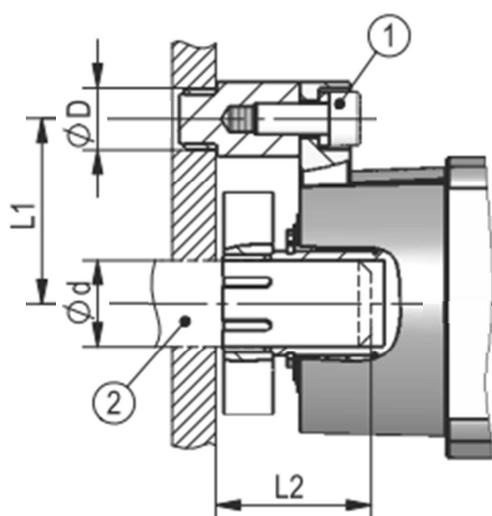
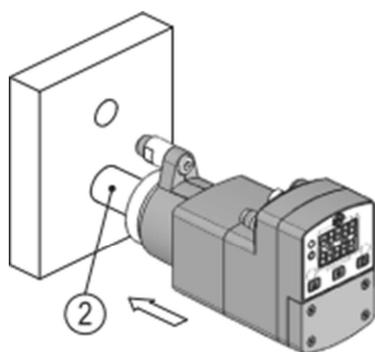
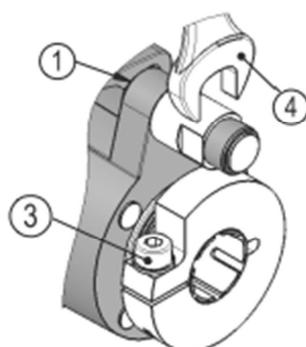

図1：設置寸法
図2：設置
図3：トルクピン取り付け
<p>⚠ 注意</p>	<p>主軸受の破損 不適切な設置によるシャフトのストレスは、アクチュエータの発熱や破損を引き起こします。 ▶ 作業を適切に行い、シャフトとトルクピン用穴の角度ずれをできるだけ小さくしてください。(図1、表1参照)</p>
<p>⚠ 注意</p>	<p>ハウジングの破損 トルクピンが正しく取り付けられないと、ハウジングが破損する場合があります。(図3参照) ▶ 許容締め付けトルクは、$2N \cdot m$ 以下を順守してください。</p>
<p>⚠ 注意</p>	<p>座標値データの損失とブレーキ機能無しの装置 シャフトが滑ったり破損するリスクがない限り、以下の推奨事項に従ってください。 ▶ クランプリングのネジ③(図3参照)の締め付けトルク：$3N \cdot m$ 以上 ▶ 推奨シャフト径：$\phi 14h9$</p>
設置準備 (図1、図3)
設置 (図2、図3)